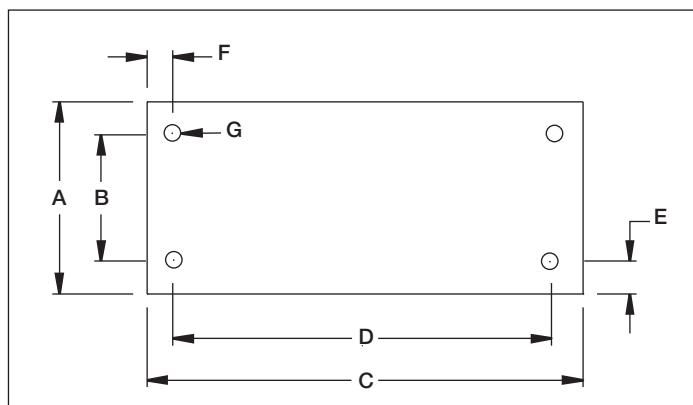

Figur 2, ZG-ventilatormontering
4.1 Behållarens ventilatorlock (se figur 2)
Kontrollera oljenivån i pumpen före igångsättning, och fyll vid behov på olja genom att ta bort SAE nr. 10 pluggen från kåpan (se figur 2). Behållaren är full, när oljenivån når överdelen av inspekionsglaset. (Fig. 4).
Kontrollera oljenivån i pumpen före igångsättning, och fyll vid behov på olja genom att ta av locket på påfyllningsporten. Se alltid till att alla cylindrar är helt tillbakadragna innan du fyller på vätska i behållaren. Se figur 2.